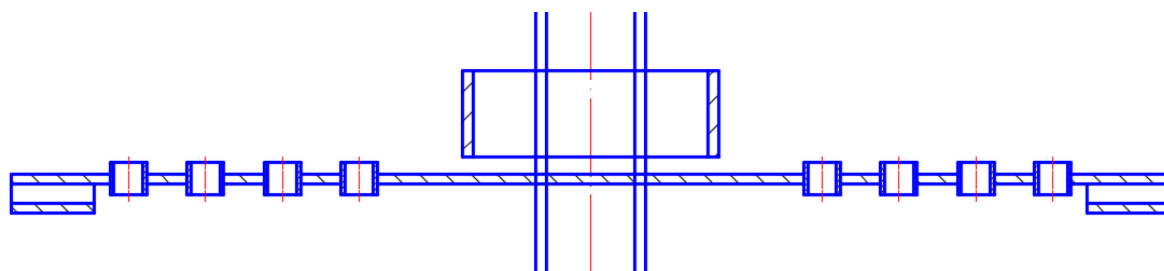

Рис. 114. Элементы верхней части оросителя
- провести две параллельные прямые на расстоянии 85 мм от оси с помощью команды **Прямая** → **Отступ**. Задать толщину стенок 16 мм (см. рис. 114);